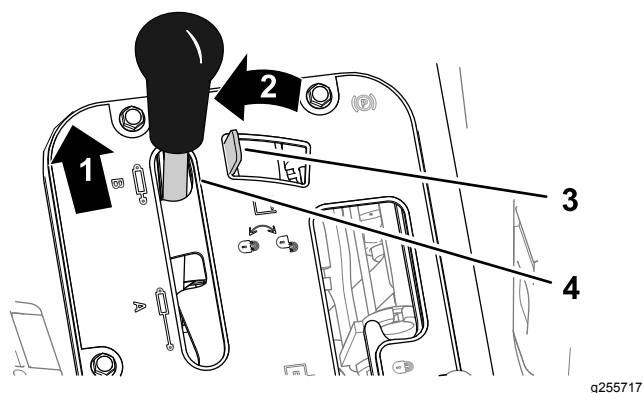
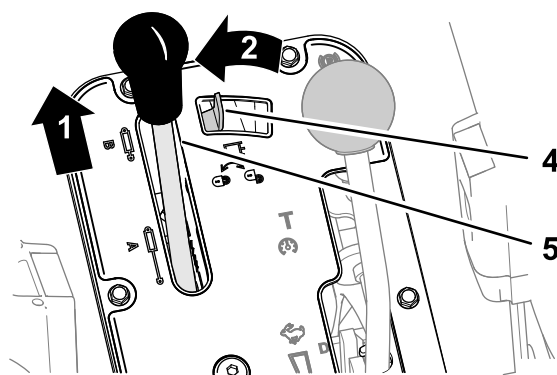

図 70
図 71
1. 油圧昇降レバーを前に押す 図 70 または 図 71。